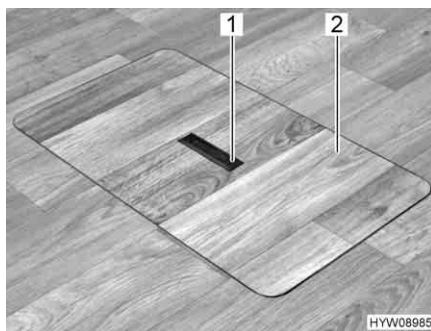
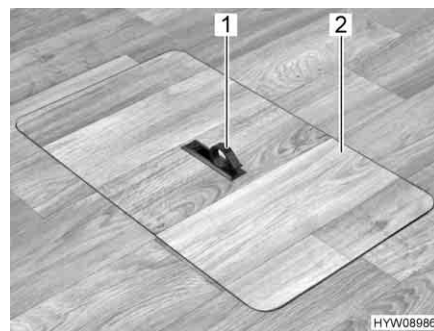

Fig. 48 Copertura vano pavimento (maniglia abbassata)
Fig. 49 Copertura vano pavimento (maniglia estratta)
- Spingere la piastra di presa (Fig. 48,1) verso il basso da un lato. La maniglia (Fig. 49,1) viene ruotata verso l'alto.
- Alzare la copertura (Fig. 49,2).
- Collocare la copertura (Fig. 49,2) nell'intelaiatura presente sul fondo.